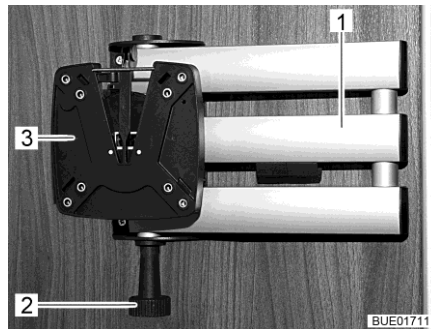

Fig. 90 Soporte (brazo articulado de dos partes)
- Tirar del botón de desbloqueo (Fig. 90,2). El brazo articulado (Fig. 90,1) estará desbloqueado.
- Girar la pantalla plana de regreso a la posición inicial hasta que se oiga engatillar el soporte (Fig. 90,3) en el bloqueo.